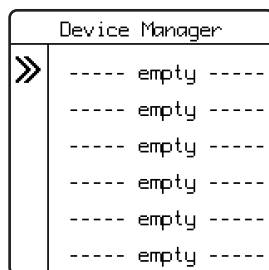

Abb. 1
5. Wählen Sie mit den Pfeil-Tasten einen leeren Platz (----- empty -----) in der Liste aus (Abb. 1).